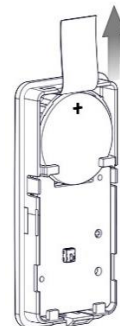

Figura 4
2. Retire el protector de la batería (consulte la Figura 4).